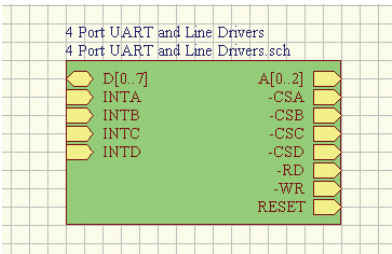

图 3-25 生成的方块电路
2) 移动光标至适当位置，按照前面放置方块电路的方法，将其定位，则可自动生成名为 CPU.sch 的方块电路，如图 3-25 所示。然后根据层次